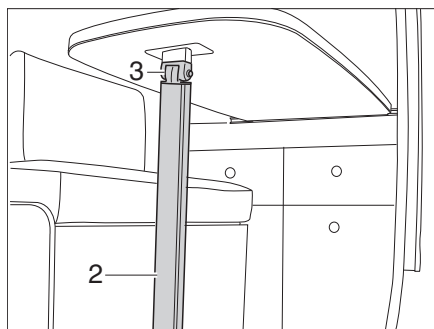

Figura 34 Mesa colgante con pata de apoyo articulada
- Desbloquear en la articulación la pata de la mesa (Figura 34,2) y plegar.
- Despliegue la pata de la mesa (Figura 34,2) y colóquela en el piso del Campster.